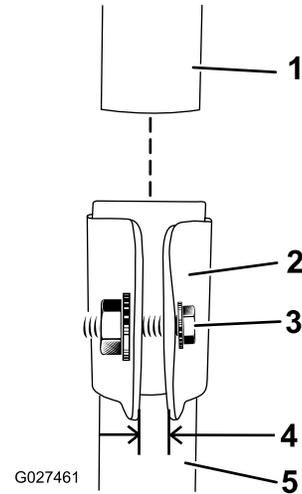

Figura 2
1. Introduzca el tubo superior en el tubo inferior, alineando la muesca del tubo superior con la muesca del tubo inferior, y apriete el tornillo hasta que la distancia entre los extremos de la abrazadera sea de 3 mm (1/8 pulgada) (Figura 2).